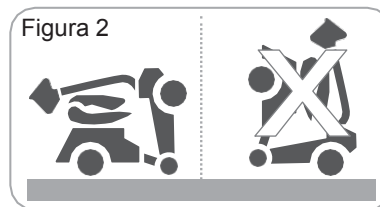

Figura 2
- Ao encartar ou abrir a scooter, deve posicioná-la ou pousá-la num terreno plano (Figura 2).